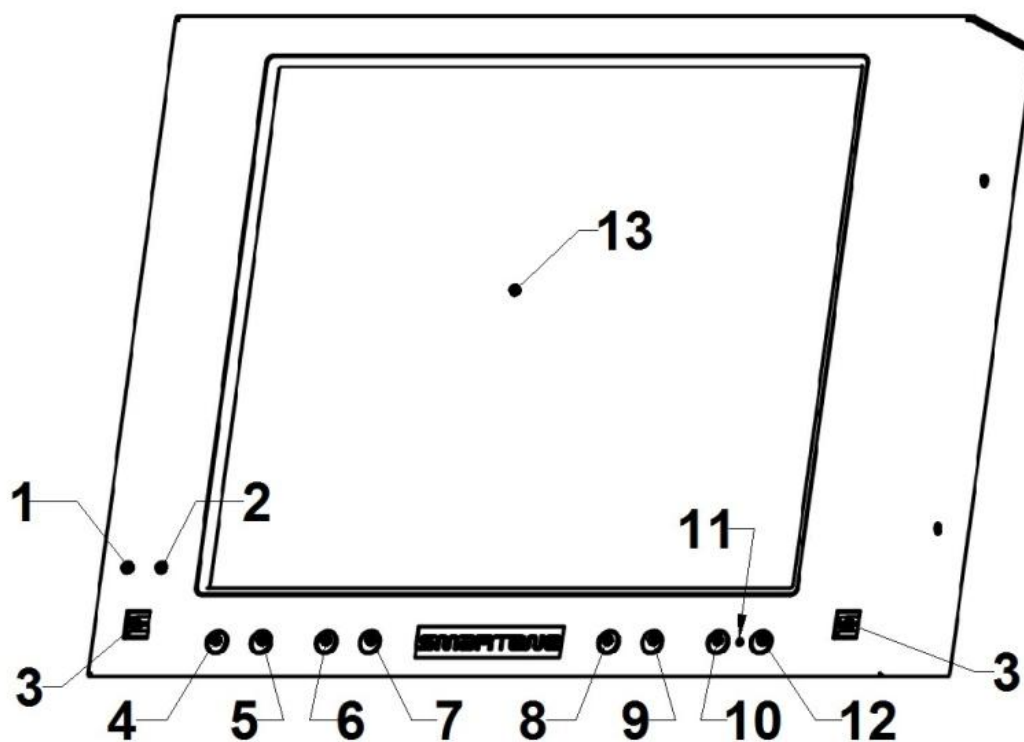

Рисунок 1.2 Интерактивный LCD планшет
3. Для включения режима программирования нажмите на интерактивном LCD планшете, одновременно, кнопки 8,9,10 и удерживайте их нажатыми в течение 5-ти секунд (рис. 1.2). Для возврата в обычный режим нажмите и удерживайте кнопку 10 (стоп) в течение 5-ти секунд